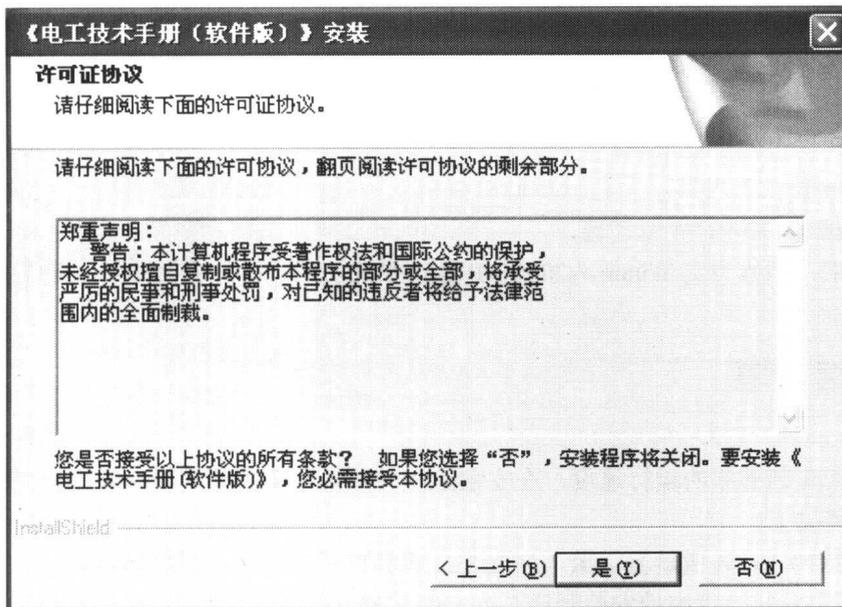

图 1-2 许可协议界面
- (3) 单击“下一步”按钮，进入图 1-2 所示的关于软件使用的许可协议界面。在用户安装协议中，说明了用户的权利和义务。在您阅读协议内容并表示同意后，单击“是”按钮。